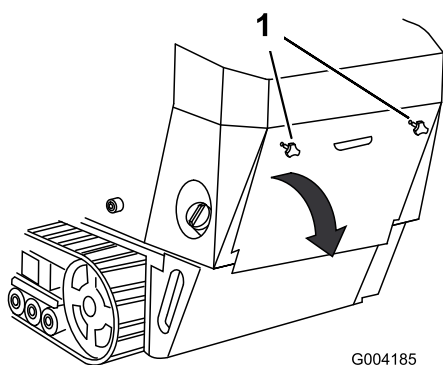

Bild 29
1. Schrauben Sie die 2 Handräder ab, mit denen die hintere Abdeckung an der Maschine befestigt ist (Bild 29).
2. Kippen Sie die hintere Abdeckung nach unten und nehmen Sie diese ab, um an die internen Bauteile heran zu kommen (Bild 29).